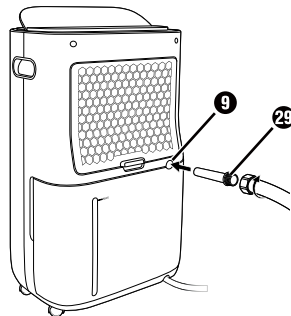

Abb. 4
- ◆ Schrauben Sie, bei Verwendung des EU-Gartenschlauchadapters ②⑨, nun einen Gartenschlauch auf den EU-Gartenschlauchadapter ②⑨ (siehe Abbildung 4).